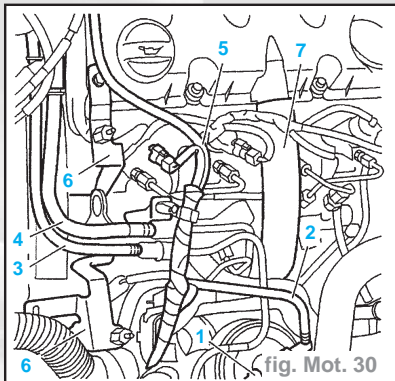
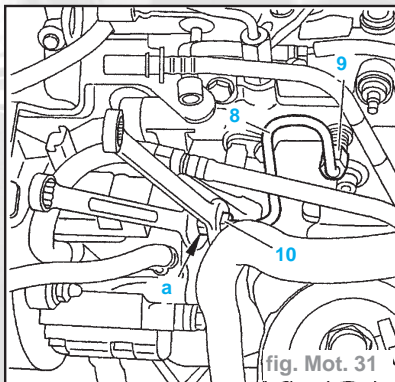

fig. Mot. 30
fig. Mot. 31
- Désaccoupler et écarter la durite (7) de réaspiration des vapeurs d'huile (fig. Mot. 30).
- Désaccoupler les tubes (1) (2) (3) et (4), et les obturer à l'aide de l'outil (4).
- Écarter les tubes (1) (2) (3) et (4).
- Déposer le support (6) cache-style droit.
- Écarter le faisceau (5).
- Appliquer un contre-couple en "a", desserrer le raccord (10) (fig. Mot. 31).
- Desserrer le raccord (9).
- Déposer le tube d'alimentation haute pression (8).
- la rampe (15) d'injection commune haute pression carburant
- les vis (13) : serrer à **2,3 daN.m**
- l'écrou (14) : serrer à **2,3 daN.m**
- le capteur haute pression carburant (11)
- la sonde de température carburant (12)
- Reposer le tube (8) (fig. Mot. 31).
- le raccord (9) à **2 daN.m**
- le raccord (10) à **2 daN.m**, appliquer un contre-couple en "a"
- Reposer le support (6) (fig. Mot. 30).
- Accoupler les tubes (1) (2) (3) et (4).
- le faisceau électrique (5)
- la durite (7) de réaspiration des vapeurs d'huile